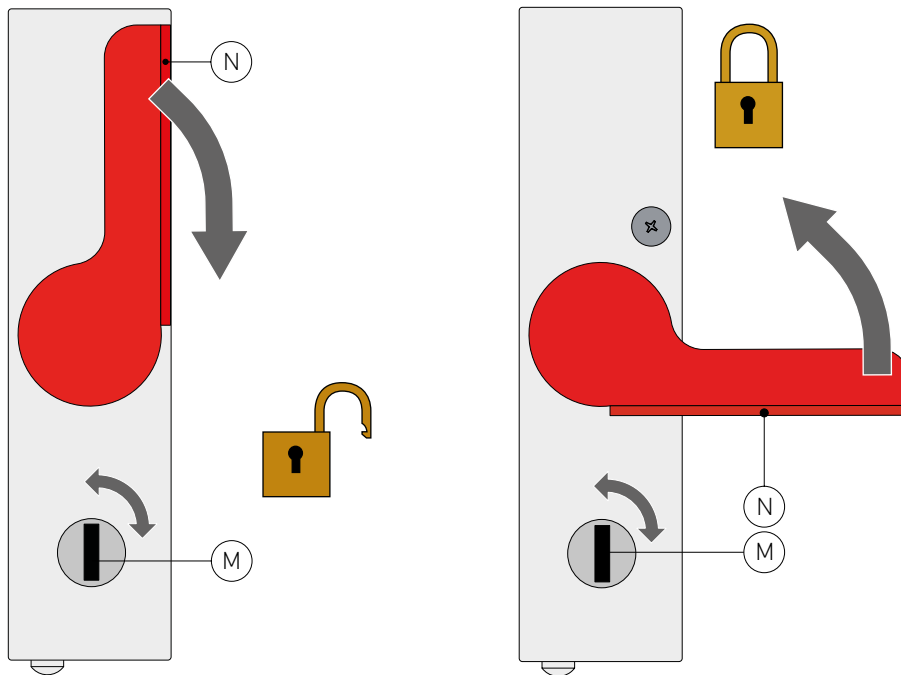

Fig. 8
7. Operazione di blocco/sblocco (fig. 8)
7. Locking/unlocking operation (fig. 8)